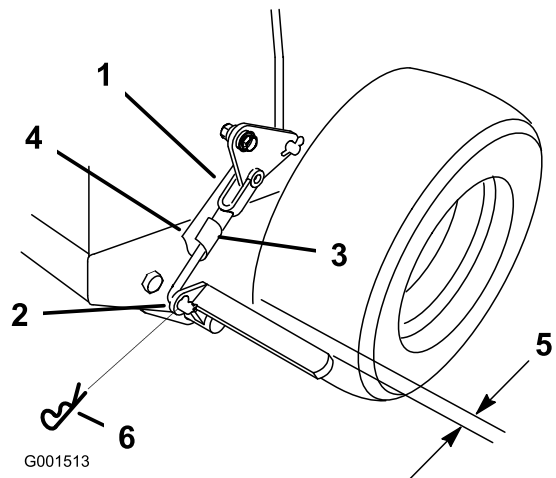

Figure 48
3. Enlevez la goupille fendue élastique de la biellette de frein inférieure (Figure 48).
4. Tournez la biellette de frein inférieure dans le sens horaire dans la chape pour serrer le frein de stationnement; tournez la biellette de frein dans le sens antihoraire hors de la chape pour desserrer le frein de stationnement (Figure 48).
**Remarque:** Un espace d'environ 6 mm (1/4 po) doit exister entre le pneu et la barre plate lorsque le frein de stationnement est desserré (Figure 48).
5. Fixez la biellette inférieure au levier de frein inférieur avec la goupille fendue et l'axe de chape (Figure 48).